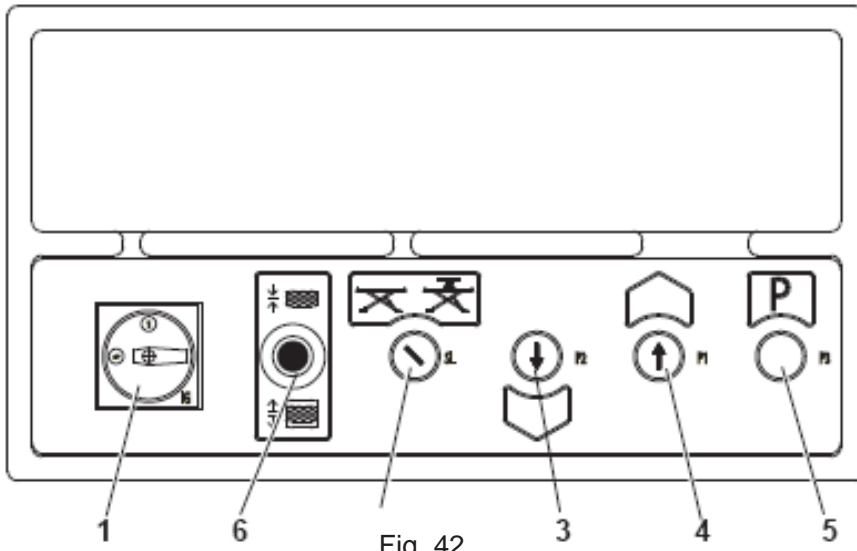

Fig. 42
Upp - (Ref. Fig. 42) Huvudströmbrytare (1) i läge 1.